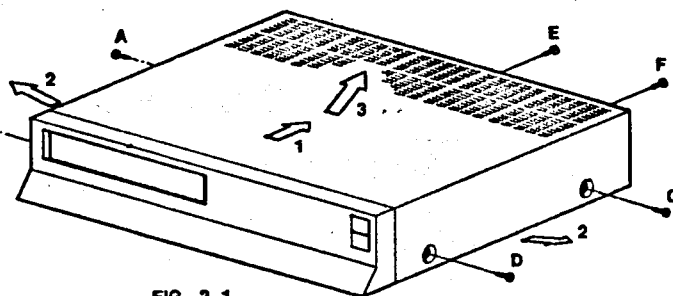

FIG. 2-1
- Die Schrauben A, B, C, D, E und F (siehe Bild 2-1) lösen.